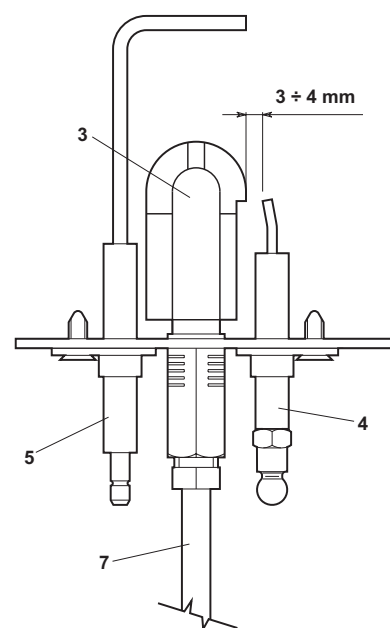

fig. 14
- Electrozii nu trebuie să aibă incrustații și trebuie să fie poziționați corect (vezi fig. 14).